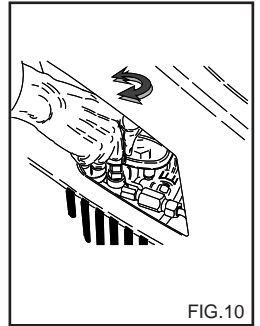

FIG. 10
Este capítulo diz respeito apenas aos modelos equipados com o dispositivo "Regulador de pressão". O dispositivo regulador de pressão, fig. 10, permite regular a pressão de trabalho. Rodando o manípulo C no sentido inverso ao dos ponteiros do relógio (B) (mínimo) obtém-se uma redução da pressão de funcionamento.